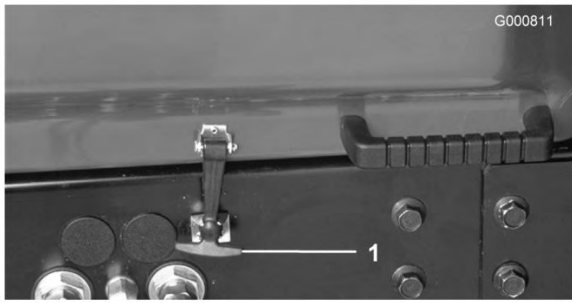

Figure 29
1. Garez la machine sur une surface plane et horizontale. Déverrouillez et soulevez le capot (Figure 29).